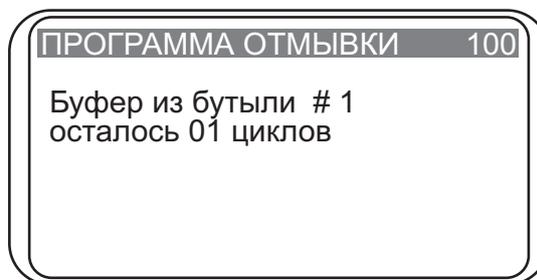

Рис. 6. Сообщения при работе программы
- 4.16. Во время работы прибора на дисплее высвечивается (рис. 6), количество оставшихся циклов. Если действие связано со счетом времени (замачивание, встряхивание), отображается оставшееся время данного действия.